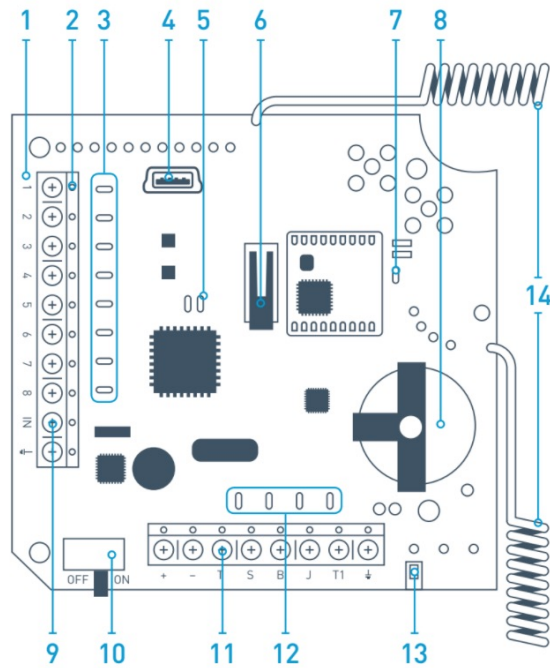

Abb. 1. Funksensorempfänger ocBridge Plus
1. Schließen Sie ocBridge Plus mit Hilfe eines USB-Kabels (Typ A – miniUSB) über den Anschluss «4» (Abb. 1) an den Computer an. Schalten Sie den Empfänger mit dem Schalter «10» ein (Abb. 1).
Beschreibung der Leuchtanzeigen «5» (Abb. 1):
Beschreibung der Leuchtanzeigen «5» (Abb. 1).